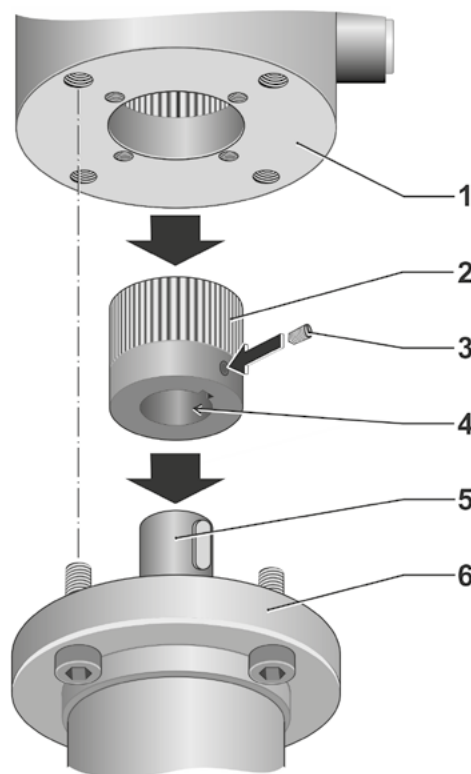

Fig. 1: Montering med kobling
1. Smør armaturakslen (fig. 1, pos. 5) og koblingens fortanding (pos. 2) med en smule fedt.
3. Påsætning af part-turn-aktuator (fig. 1, pos. 1) på armaturet (pos. 6):